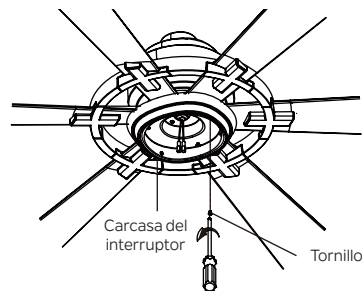

Figura 21
Paso 1. Quite uno de los tres tornillos de la carcasa del interruptor y guárdelo para uso posterior, afloje los otros dos (no los quite). (Figura 21)